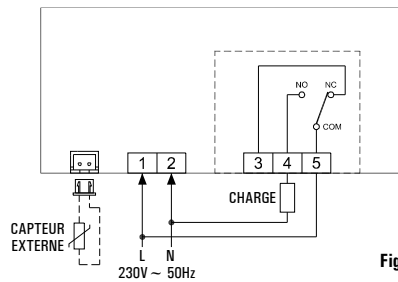

Fig. 5
- 4 Exécuter les connexions électriques selon les schémas de connexion des Fig. 5 et 6.